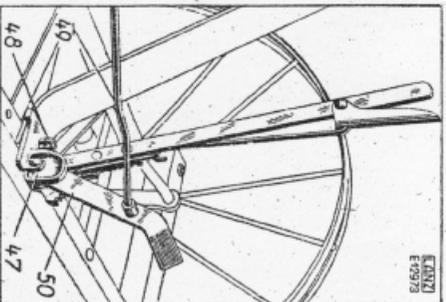

Bild 18. Bremse
c) Bremshebsegment „47“ (Bild 18) mittels der vorderen Sitzhalterschraube „48“ auf dem Vorderrahmen anschrauben (Doppelmutter).